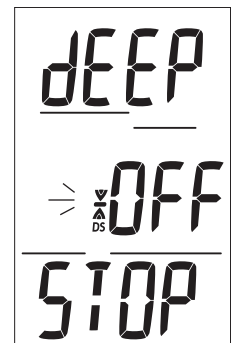

Abb. 30 - Einstellung DS
Einstellen des Tiefenstopps (DS), umfasst folgende Daten (Abb. 30):